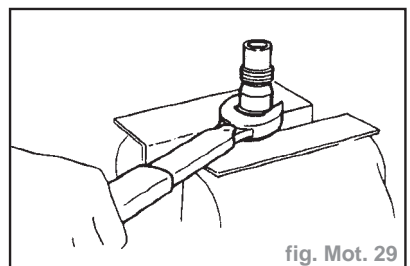

fig. Mot. 29
- Desserrer l'écrou d'injecteur tout en empêchant les sommets de l'injecteur de tourner (fig. Mot. 29).